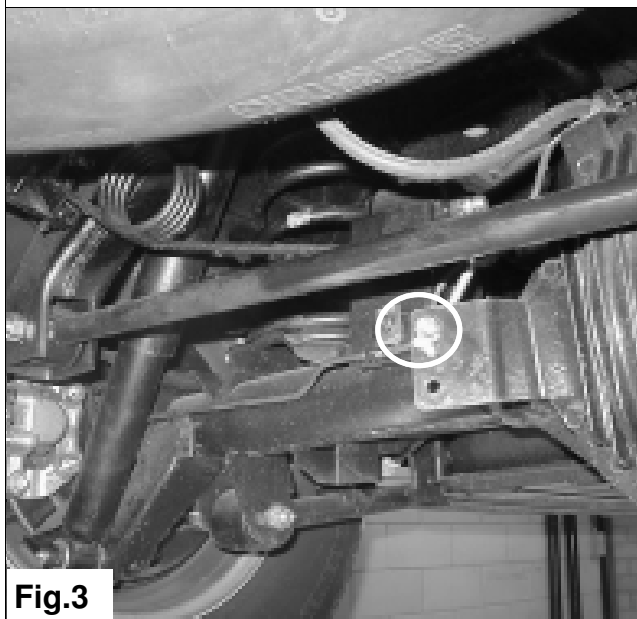

Fig.3
4. Plaats de arm weer terug in het bovenste gat. Zie fig.3.
4. Put the arm back in the upper hole. See fig. 3.
4. Stellen Sie der Arm wieder zurück in das obere Loch. Sehe fig. 3.